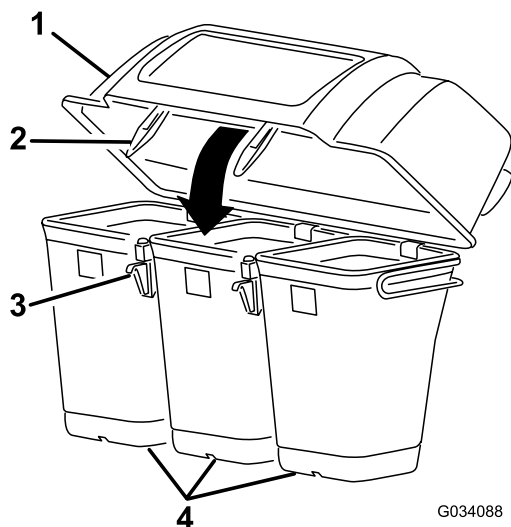

Figura 6
7. Baixe o capot da tremonha por cima dos sacos (Figura 6).